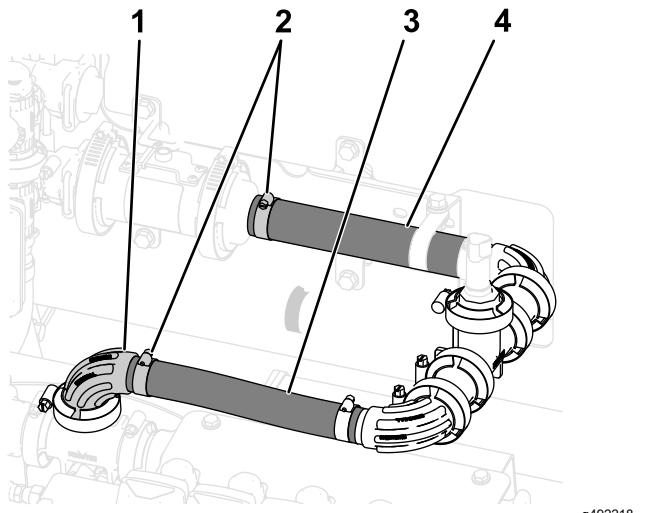

図 51
3. ホース  $1x 7-1/4"$  をバーブ付きフランジ継手  $1"$  に固定するホースクランプ 圧力ransデューサをマシンに取り付ける (ページ 22)で入れておいたものを締め付ける 図 51 を参照。